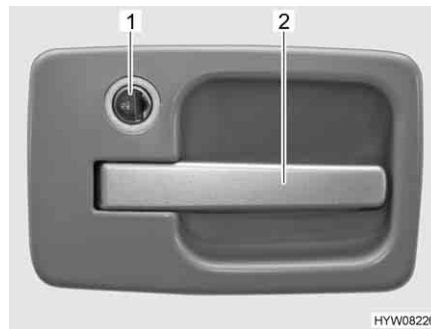

Fig. 26 Cerradura de la puerta de entrada, en el exterior
- Introducir la llave en el cilindro de cierre (Fig. 26,1) y girarla al símbolo "U". La cerradura de la puerta está desbloqueada.
- Tirar del tirador de la puerta (Fig. 26,2). La puerta está abierta.
- Introducir la llave en el cilindro de cierre (Fig. 26,1) y girarla al símbolo "🔒". La cerradura de la puerta está bloqueada.